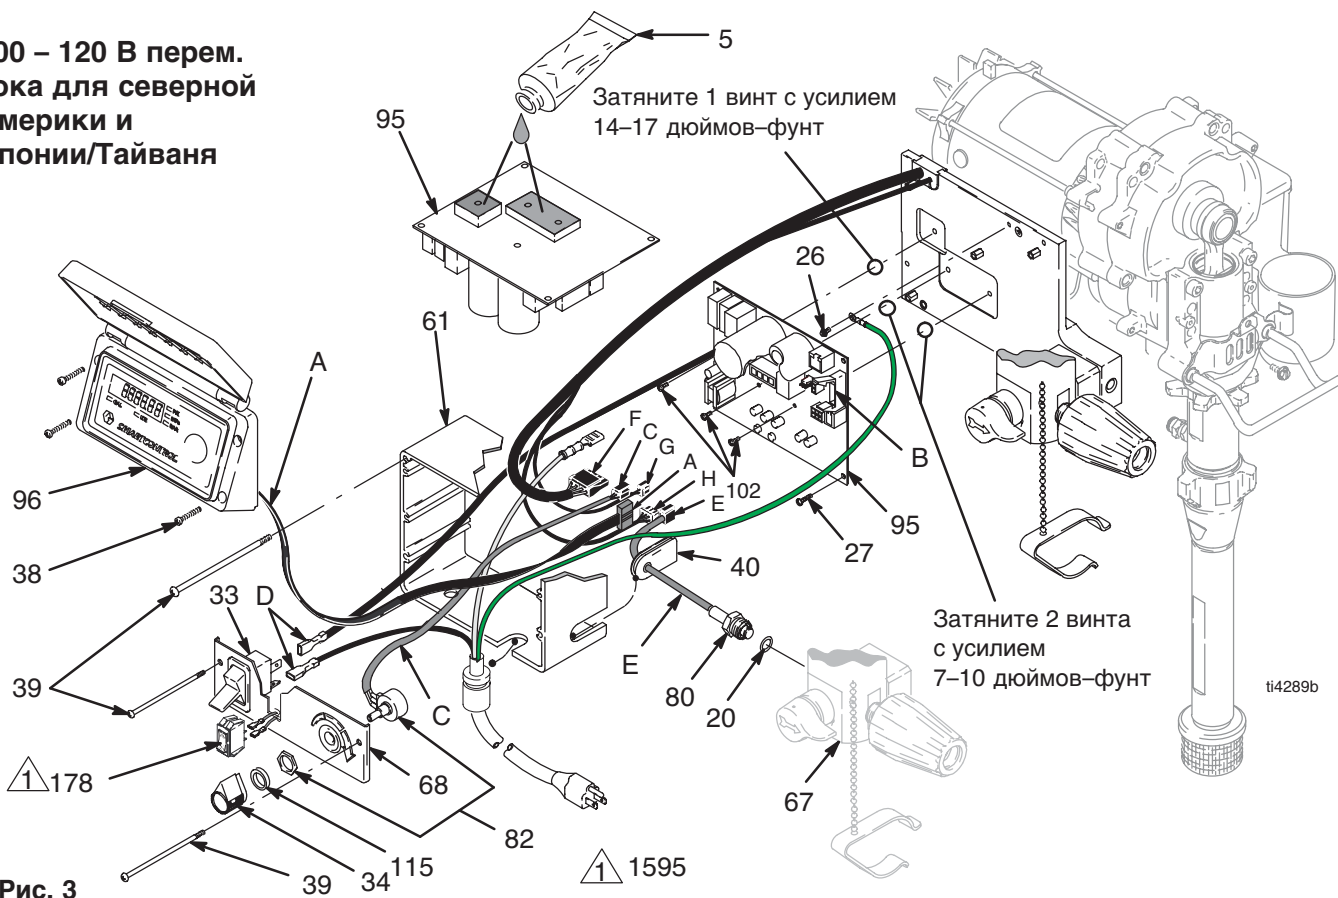

Рис. 3
1. Рис. 3. Отверните четыре винта (38) и снимите крышку (96).
3. Отсоедините разъем дисплея (А) от платы управления мотора (95).
4. Отверните два нижних винта (39) и дайте панели управления (68) свободно повиснуть вниз.
5. Отсоедините провод(-а) питания платы управления (D) от выключателя (33) и платы управления мотора (95).
7. Отсоедините выключатель 15/20А (178) (1595).
10. Отверните два винта (39) и снимите блок управления (61).
11. Отверните пять винтов (27), три винта (102) и снимите плату управления мотора.
1. Рис. 3. Нанесите небольшое количество термостойкого состава 110009 (5) на темные области, отмеченные на рисунке задней части платы управления мотора (95).
2. Установите и закрепите плату управления мотора (95) пятью винтами (27). Затяните с усилием 9-11 дюймов-фунт (1,02 - 1,24 Нм). Установите и затяните три винта (102) с усилиями, указанными на Рис. 3.
4. Установите блок управления (61) и закрепите двумя винтами (39).
6. Подсоедините выключатель 15/20А (178) (1595).
7. Подключите провод(-а) питания мотора (D) к выключателю (33).
9. Установите пульт управления (68) и закрепите его двумя винтами (39).
11. Установите крышку (96) и закрепите ее четырьмя винтами (38).
- Рис. 3, 4 или 5. Отверните четыре винта (38) и снимите крышку (96).
- Отсоедините разъем потенциометра (С) от платы управления мотора (95).
- Снимите ручку-регулятор давления (34) при помощи шестигранного ключа.
- Снимите прокладку (115), гайку и потенциометр (82) с панели управления (68).